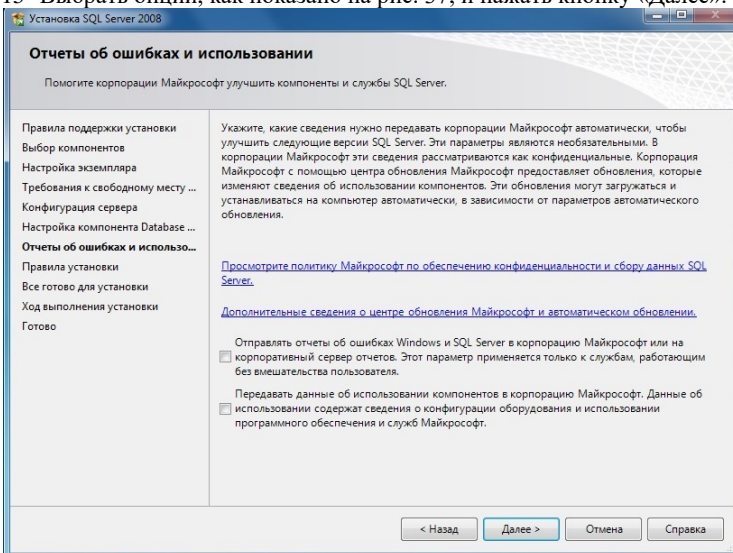

рис. 37
2.15 Выбрать опции, как показано на рис. 37, и нажать кнопку «Далее»: